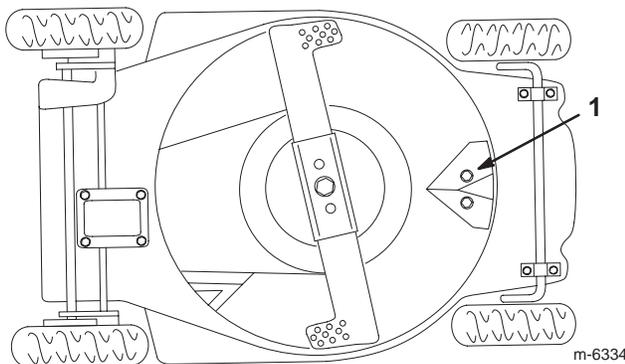

Figure 20
Le dessous du carter de tondeuse doit rester propre. Veillez particulièrement à débarrasser les déflecteurs de tout débris (Fig. 20).
4. Basculez la tondeuse sur le côté **gauche** (Fig. 20).